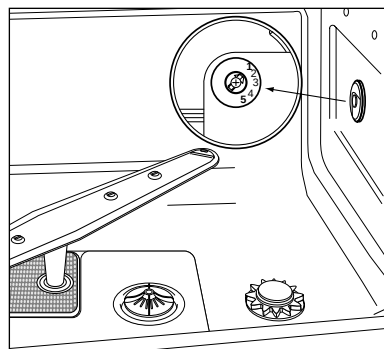

fig. 4b
- soit il se trouve dans la bague plastique sur la côté droit de la cuve (fig. 4b), et peut être réglé dans les deux cas sur 5 positions avec une monnaie.